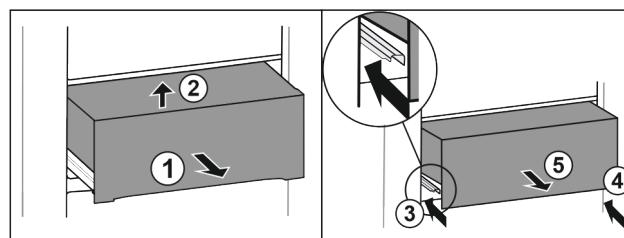

Fig. 28*
- Вытяните выдвижной ящик наполовину Fig. 28 (1).*
- Приподнимите спереди Fig. 28 (2).*
- Вставьте левую направляющую Fig. 28 (3).*
- Вставьте правую направляющую Fig. 28 (4).*
- Извлеките выдвижной ящик движением вперед Fig. 28 (5).*